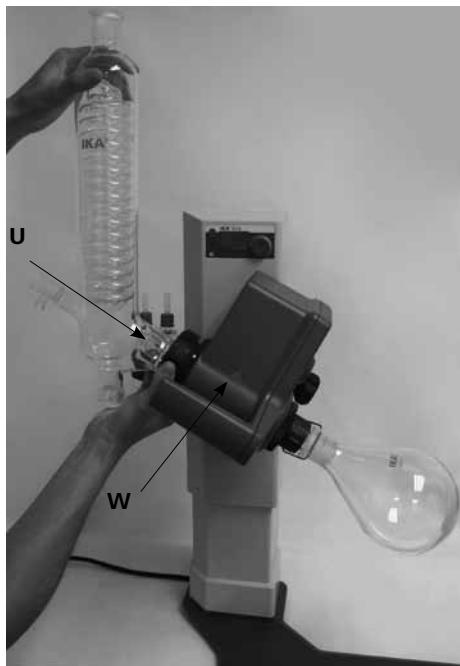

Fig.18
- 将冷凝管安装在旋转机构 (**W**) 上并手动拧紧螺母。(Fig.18)